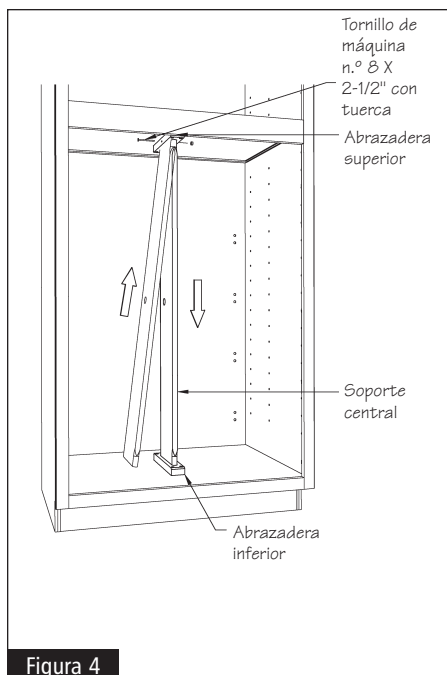

Figura 4
**8** Coloque el soporte central dentro del gabinete insertando su parte superior en la abrazadera superior. Ahora, alinee la parte inferior del soporte central con la ranura del soporte inferior y meta el soporte a la abrazadera inferior empujándolo hacia abajo. Asegure el soporte central a la abrazadera superior con el tornillo de máquina n.º 8 x 2-1/2" y su tuerca. Vea la figura 4.